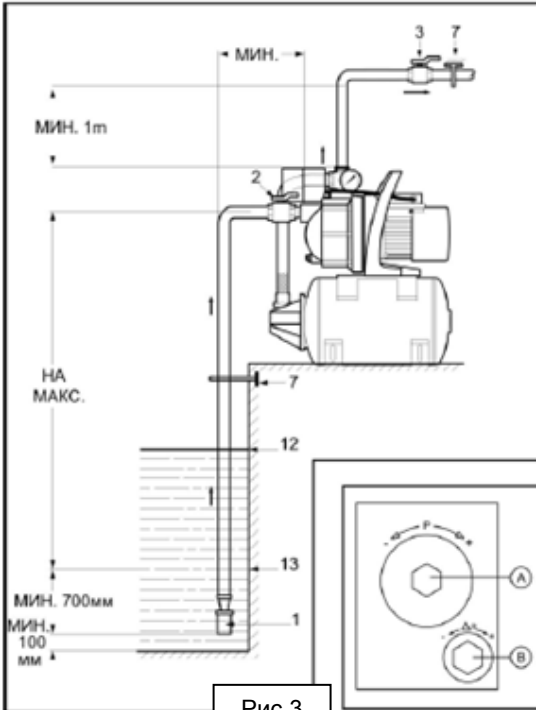

Рис.3
**Описание к рис.3 и 4.**
Станция в режиме всасывания - Рис.3.
## **МОНТАЖ (Рис.3)**
При использовании жесткого трубопровода, для исключения риска давления на насос, используйте опору или хомут (7; рис.3).